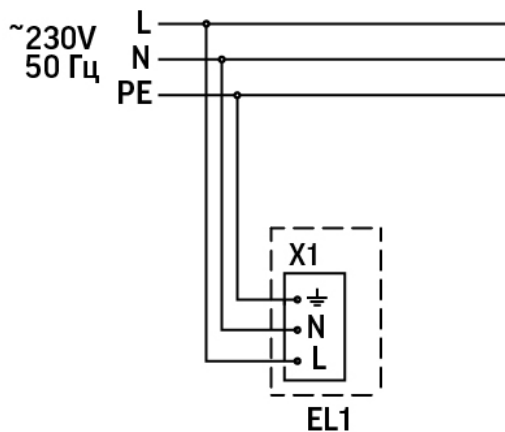

Рис.1
- Выполните электрическое подключение светильника, которое осуществляется через клеммную колодку, установленную на внутренней поверхности корпуса светильника. Подключите сетевой провод к контактам клеммной колодки светильника строго в соответствии с маркировкой и схемой подключения (Рисунок 1). Сечение проводников кабеля должно быть не более 2,5 мм2.